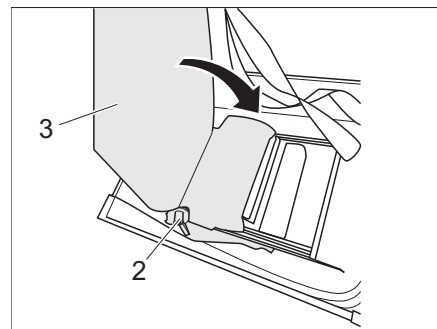

Fig. 210 Ranger le dossier dans la banquette
- Actionner le levier 1 (Fig. 210,2) et rabattre le dossier (Fig. 210,3) vers l'intérieur.